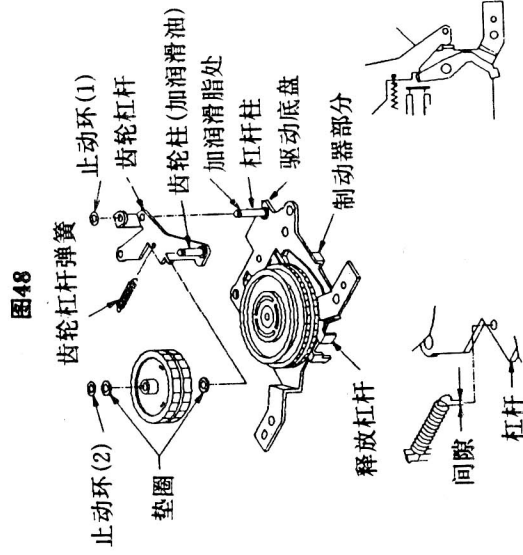

图49
②拔下扁平电缆(FFC)和主继电器电路板(参见下面“机构继电器电路板的拆装”一节)；
③取下齿轮杠杆弹簧，如图49所示；
④取下止动环(1)，并朝上取下齿轮杠杆；
⑤取下止动环(2)，并从齿轮杠杆上取下直接传动齿轮装置，注意不要将垫圈丢失；